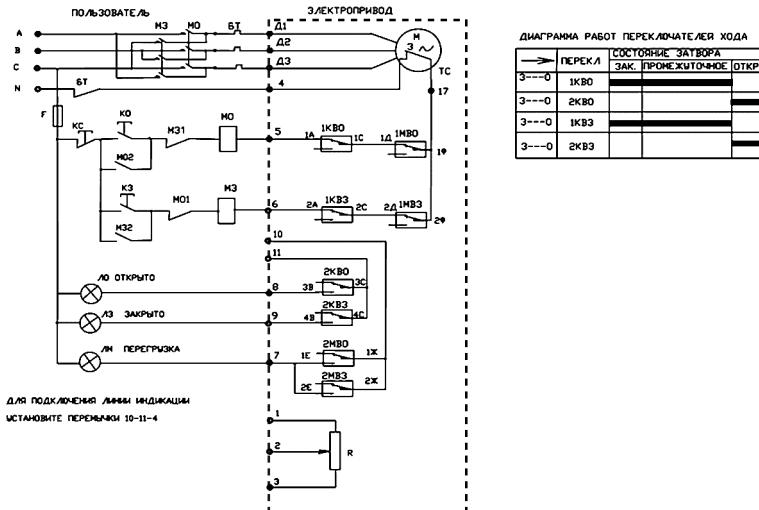
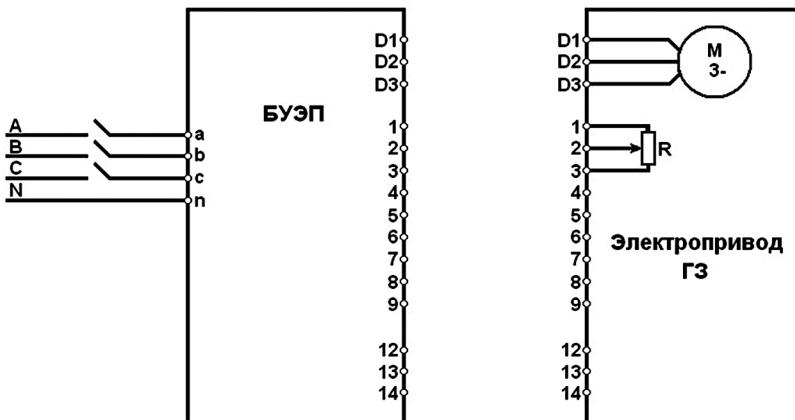

Рис.4 Принципиальная электрическая схема подключения электропривода ГЭ-А.70
Рис.5 Блок-схема подключения БУЭП к электроприводу
Для управления электроприводом применяется электрическая схема, приведенная на рис.4.
В случае использования для дистанционного управления электроприводом ГЗ-А.70 блока БУЭП-2 применяется схема, приведенная на Рис. 5.
Подключить электропривод согласно электрической схеме (рис.4).
Установить крышку (16) (рис. 1). Далее проверить направление движения затвора арматуры при работе от электродвигателя на открытие и закрытие: диск индикатора положения затвора арматуры должен вращаться в сторону закрытия (открытия). Пуск осуществлять на короткое время, позволяющее определить направление движения выходного вала. Если диск будет вращаться в направлении обратном заданному, поменяйте местами фазы (A, B, C) питающего напряжения на силовом щите: (A и B, или A и C, или B и C) (рис. 4, рис. 5).